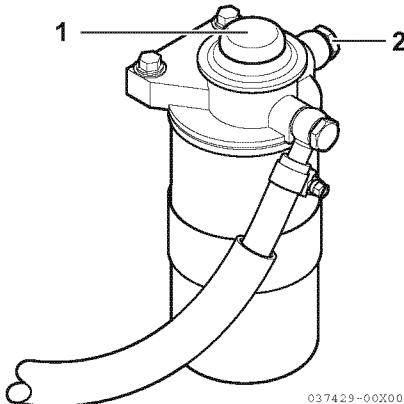

Figure 3
3. Allentare la vite di spurgo dell'aria (Figure 3, (2)).
4. Spingere su e giù la pompa del cicchettino (Figure 3, (1)) per far fuoriuscire aria dalla vite di spurgo dell'aria.